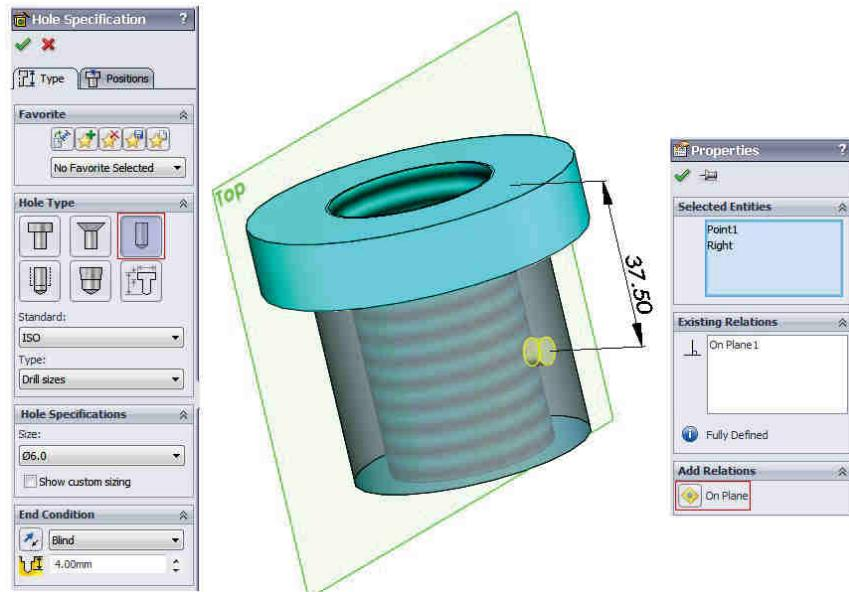

Fig. 1.12
- Click ; în zona grafică și în **FeatureManager** va apărea o nouă entitate **Ø6.0 (6) Diameter Hole1**, fig. 1.12.
- Click ; the new feature, **Ø6.0 (6) Diameter Hole1**, appears in the FeatureManager design tree and in the graphics area, fig. 1.12.